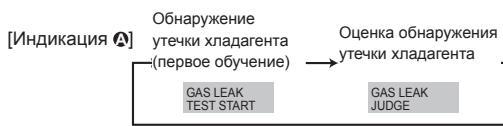

Fig. 8-2
- ② Нажмите кнопку **CLOCK** и выберите [GAS LEAK TEST START] (ЗАПУСК ПРОВЕРКИ УТЕЧКИ ГАЗА). (Fig. 8-2)